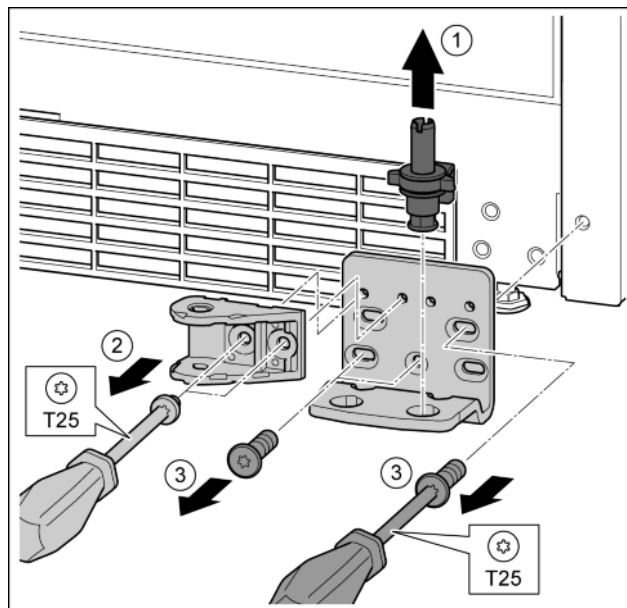

Fig. 35
- ▶ Šroubovákem T25 vyšroubujte šrouby a sejměte spojení tlumiče zavírání. Fig. 35 (2)
- ▶ Šroubovákem T25 vyšroubujte šrouby a sejměte stojan ložiska. Fig. 35 (3)
- ▶ Ložiskový čep celý vytáhněte nahoru. Fig. 35 (1)